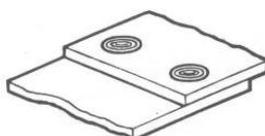

Figure.7.12
- Un chauffage excessif provoque des brûlures des points (Figure.7.12).